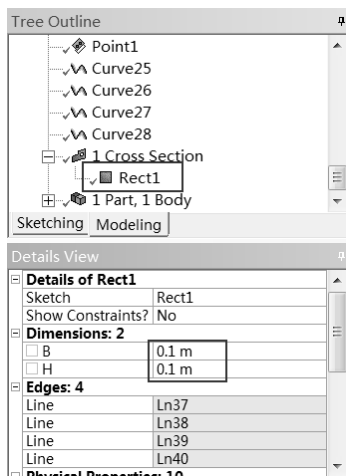

图 5-60 设置截面大小
Step24: 将如图 5-60 所示的 Details View 面板的 Dimensions:2 中 B 设置为 0.1m, H 设置为 0.1m, 其余保持不变, 并单击工具栏上的  Generate 按钮, 创建悬臂梁单元截面形状。